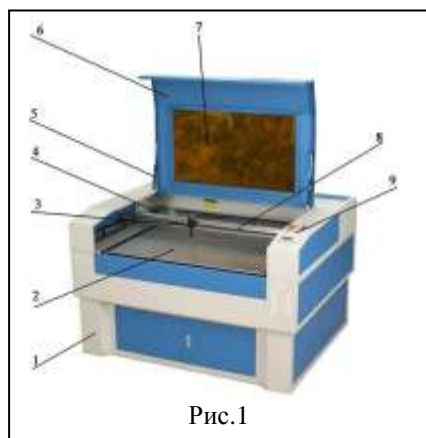

Рис.1
**Рис.1:** 1-нижняя рама, 2- рабочее поле, 3- лазерная головка, 4- направляющая оси Y, 5- амортизатор, 6- крышка, 7- смотровое окно, 8- направляющая оси X, 9- LCD дисплей с функциональными клавишами.